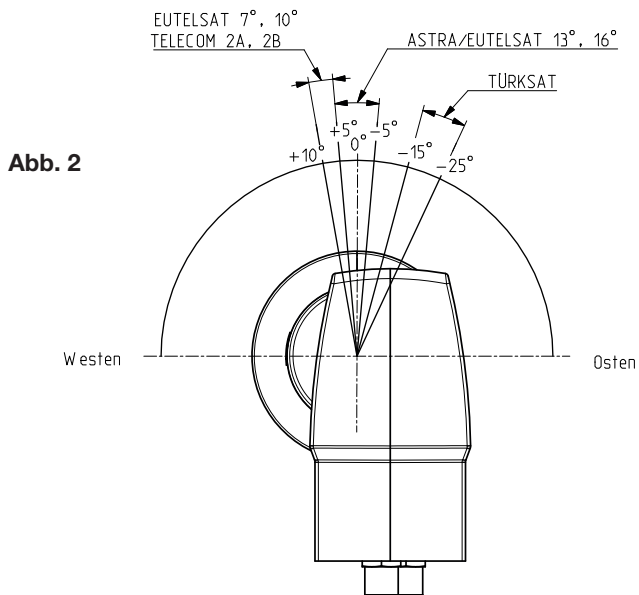

Abb. 2
2. Gradwert für die Polarisisationseinstellung aus Abb. 2 entnehmen.
2. See Fig. 2 for the polarisation setting angle.